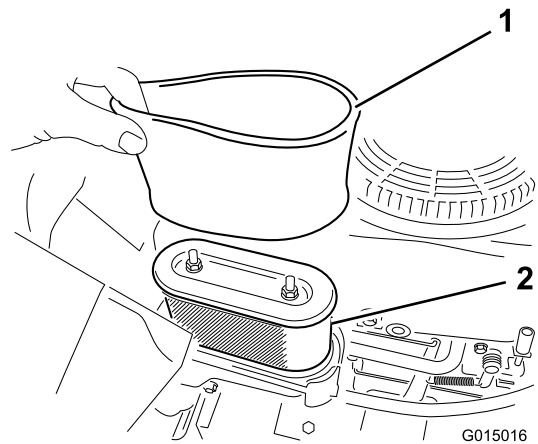

Figura 29
5. Retire cuidadosamente los elementos de gomaespuma y papel de la carcasa del limpiador de aire (Figura 29).
1. Instale el filtro de gomaespuma sobre el filtro de papel (Figura 29).